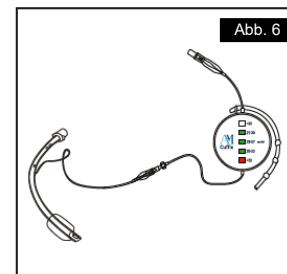

Abb. 6
8. Befestigen Sie das Gerät mit einem Gummiband (Aufhänger) so, dass die Anzeige-LEDs des Geräts ungehindert beobachtet werden können [Abbildung 6].